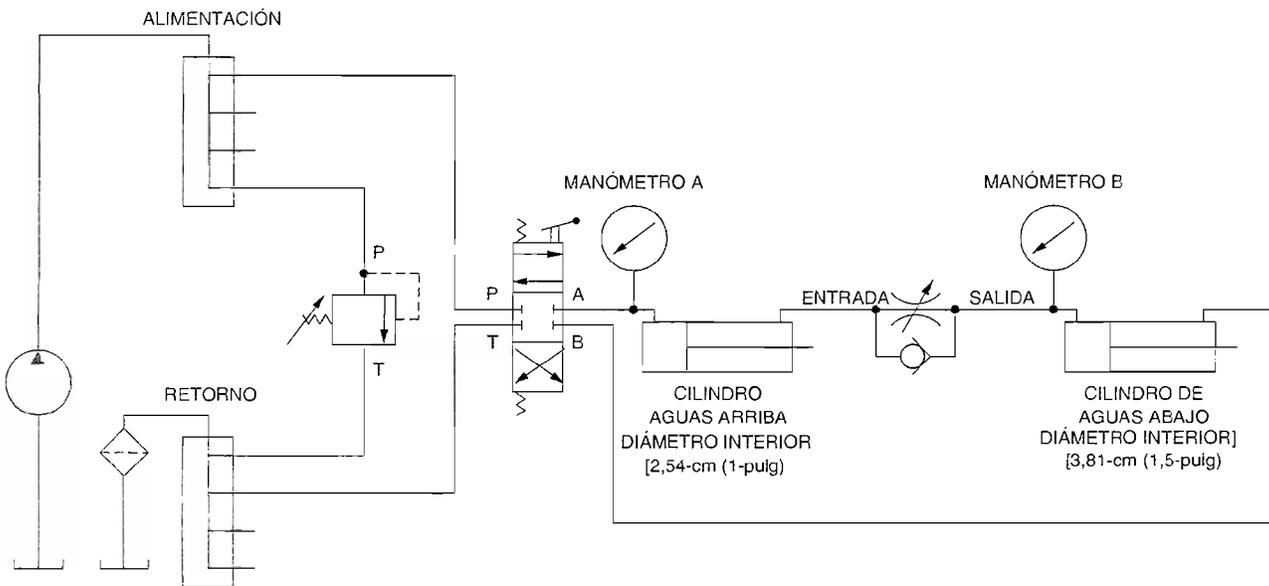

Figura 3-8. Circuito en serie en el cilindro aguas arriba.
- 1. Conecte el circuito mostrado en la Figura 3-8. En este circuito, la válvula de control de flujo no compensada actuará como un dispositivo de carga en el cilindro aguas arriba [diámetro interior de 2,54 cm (1 pulg)].
**Nota:** Si los vástagos de los cilindros de 2,54 cm (1 pulg) y 3,81 cm (1,5 pulg) de diámetro interior no están completamente retractsados, no conecte el circuito de la figura 3-8. En vez de eso retracte el vástago de cada cilindro hidráulicamente utilizando el circuito de actuación del cilindro mostrado en la figura 2-10. Cuando ambos vástagos estén retractsados, conecte el circuito mostrado en la figura 3-8.